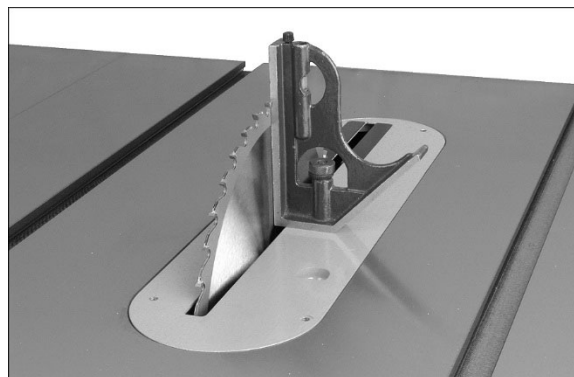

Figure 8-4
3. Relevez la lame à sa position maximale et placez une équerre sur le banc et contre la lame (Figure 8-4). Assurez-vous qu'une dent de lame n'obstrue pas l'affichage.